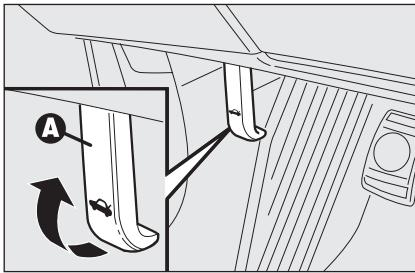

fig. 98
- tire de la palanca **A-fig. 98** hasta oír el "clic" de desbloqueo;